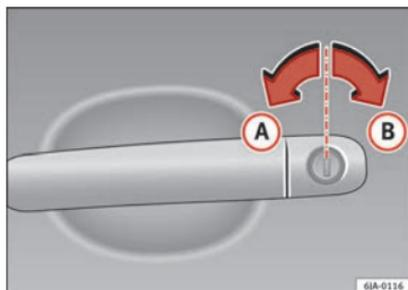

Fig. 120 Posiciones de la llave durante bloqueo y desbloqueo del vehículo.
- Gire con la llave en el bombín del lado del conductor en el sentido de marcha hasta su posición de apertura **A** » **fig. 120**.
- Gire con la llave en el bombín del lado del conductor contra el sentido de marcha hasta su posición de cerradura **B** » **fig. 120**.